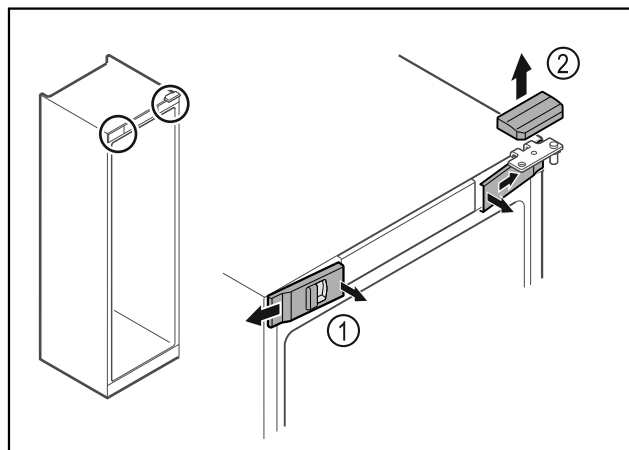

Fig. 18
- ▶ Откопчайте предните капаци Fig. 18 (1) отвътре и свалете настрани.
- ▶ Свалете горния капак Fig. 18 (2) нагоре.